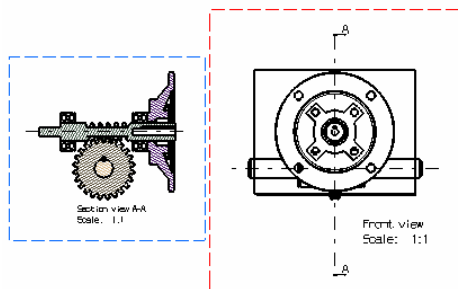

图 6-264
- » 步骤 02 在二维图纸中右键单击剖视图 A-A，如图 6-264 所示，或在特征树中右键单击剖视图 A-A 标识。